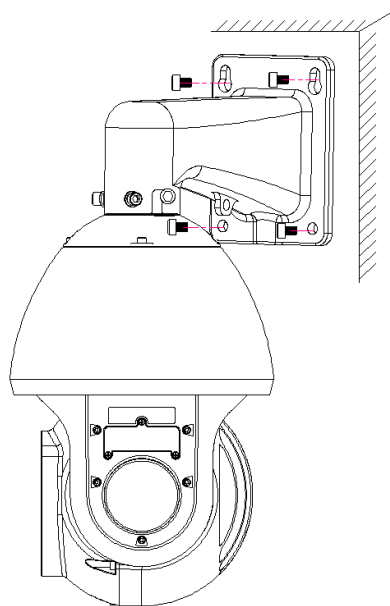

Рисунок 4
2.6 Надежно соедините скоростную купольную камеру с кронштейном (рис.4).